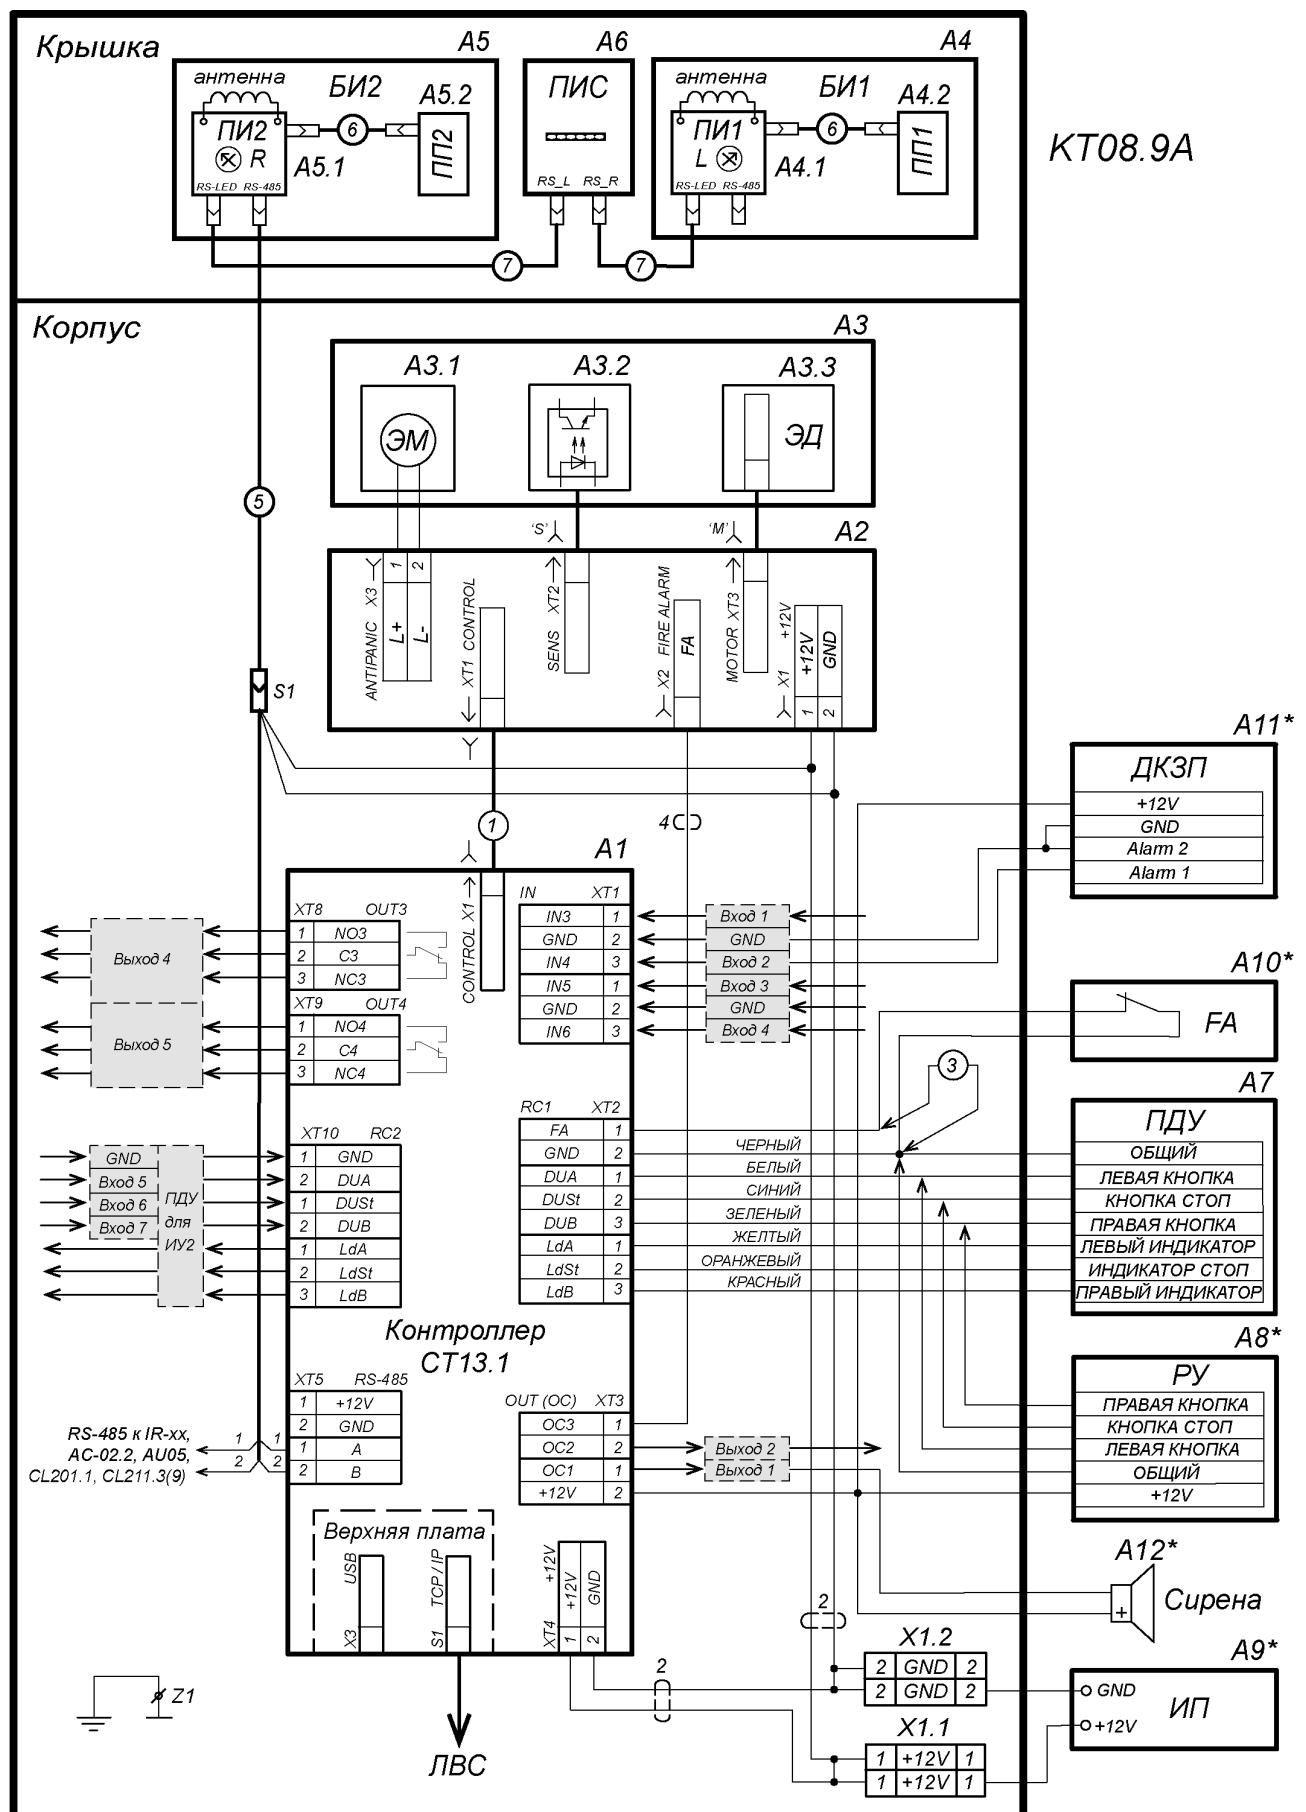

Рисунок 14. Схема подключения ЭП и дополнительного оборудования
Расположение клеммных колодок на плате контроллера ЭП показано на рис. 5. Внешний вид верхней и нижней плат контроллера, назначение контактов клеммных колодок указано в табл. 1. Схема подключения приведена на рис. 14. Используемые при подключении типы кабелей указаны в табл. 3. При монтаже придерживайтесь следующей последовательности действий:
10. Установите стойку ЭП на гильзы анкеров и закрепите ее болтами M10 (15) с помощью торцового ключа S17. При установке контролируйте вертикальность положения стойки с помощью уровня.
11. Установите заглушки (16) из комплекта поставки.
12. Согласно схеме, приведенной на рис. 14, произведите подключения: